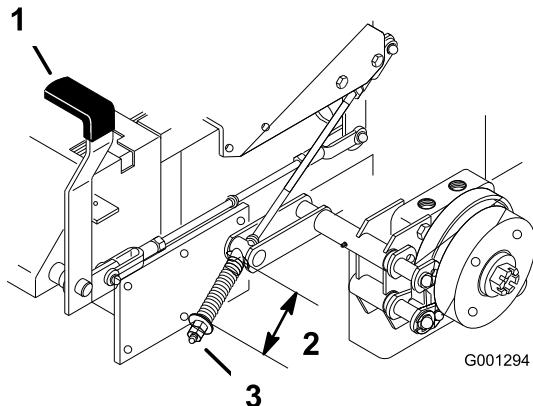

Figura 57
2. Misurate la lunghezza della molla. La misura tra le rondelle deve essere di 64 mm (Figura 57).
3. Nel caso in cui occorra effettuare una regolazione, rilasciate il freno di stazionamento, allentate il controdado sotto la molla e serrate il dado immediatamente sottostante la molla (Figura 57). Girate il dado fino ad ottenere la misura esatta. Girate il dado in senso orario per accorciare la molla, o in senso antiorario per allungarla.